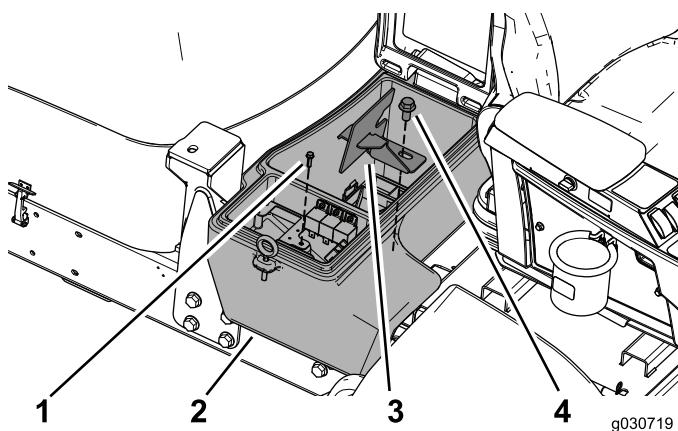

Figure 22
5. Utilisez la vis pour fixer la plaque du faisceau à la machine et le boulon (1/2 x 1 po) pour fixer l'étrier du compartiment de la batterie et le compartiment à la machine (Figure 22).